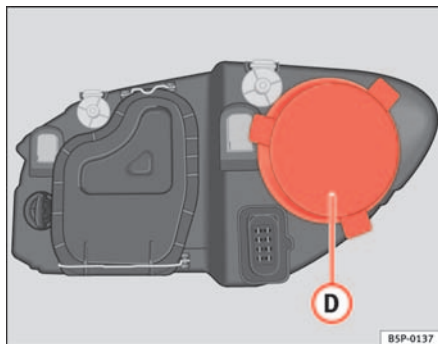

Abb. 185 Standlicht
- Den Deckel ⇒ Abb. 185 **D** abziehen.